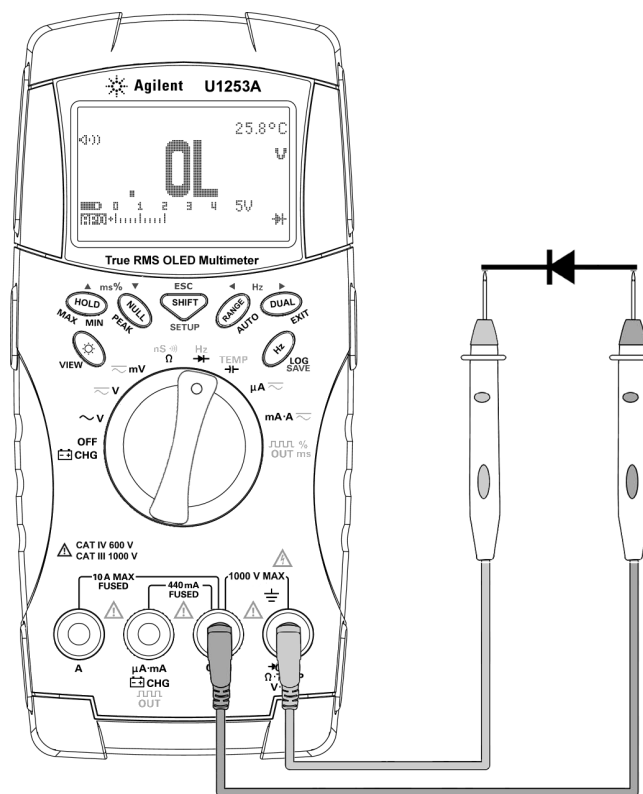

図 2-11 ダイオードの逆バイアスの測定
- 5 プローブを反転し、ダイオードの両端の電圧を再度測定します (図 2-11 (47 ページ) を参照)。次の指針に基づいてダイオードを評価します。